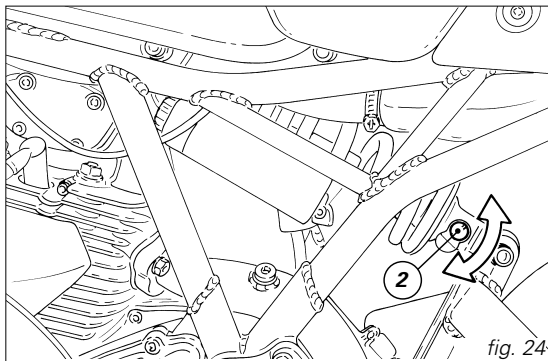

fig. 24
Il registro (2, fig. 24) posto sul lato sinistro in corrispondenza del fissaggio dell'ammortizzatore al forcellone, regola il freno idraulico nella fase di estensione (ritorno).
- Registro (2, fig. 24) di estensione 8 scatti.
- Registro (2, fig. 24) di estensione 6 scatti.